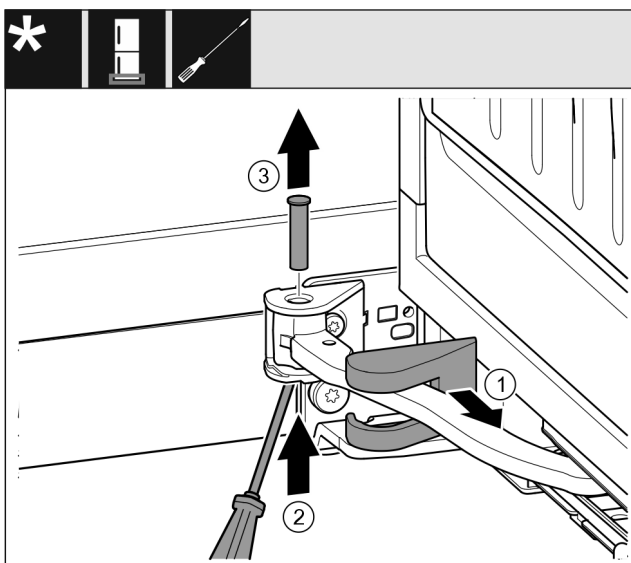

Fig. 13
► Снимите крышку опорного кронштейна и переместите вдоль шарнира. Fig. 13 (1)
► Рукой или отверткой приподнимите палец снизу. Fig. 13 (2)
► Вставьте отвертку под головку пальца и извлеките его. Fig. 13 (3)